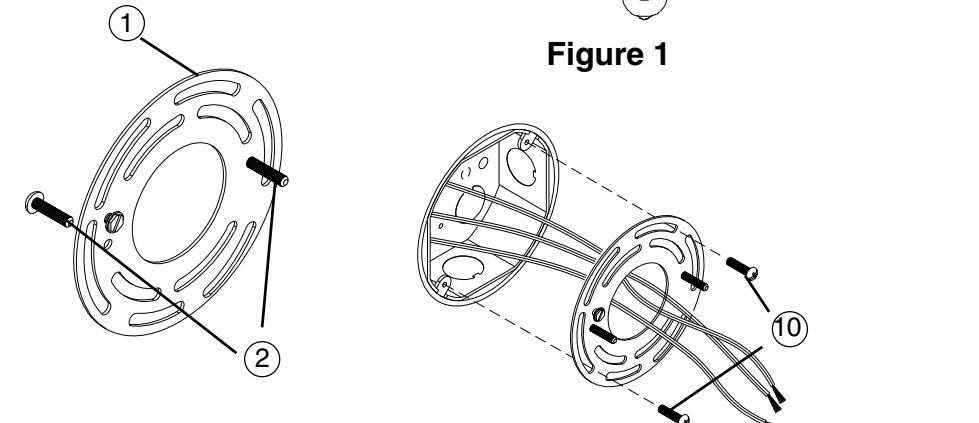

Figure 2
- Preparer la plaque de montage (1) pour l'installation en vissant les vis de 1-1/2 po (2) dans la plaque montage tel qu'il illustre à la **Fig. 2.**
2. Prepare Mounting Plate (1) for mounting by installing 1-1/2" Screws (2) into Mounting Plate (1) as shown in Fig. 2.
1. Saque los componentes del luminario y paquete(s) de piezas. Compruebe que todas las piezas estén incluidas. Vea Fig. 2.
2. Prepare la Placa de Montaje (1) para montaje instalando Tornillos 1-1/2" (2) en la Placa de Montaje como mostrado en Fig. 2.